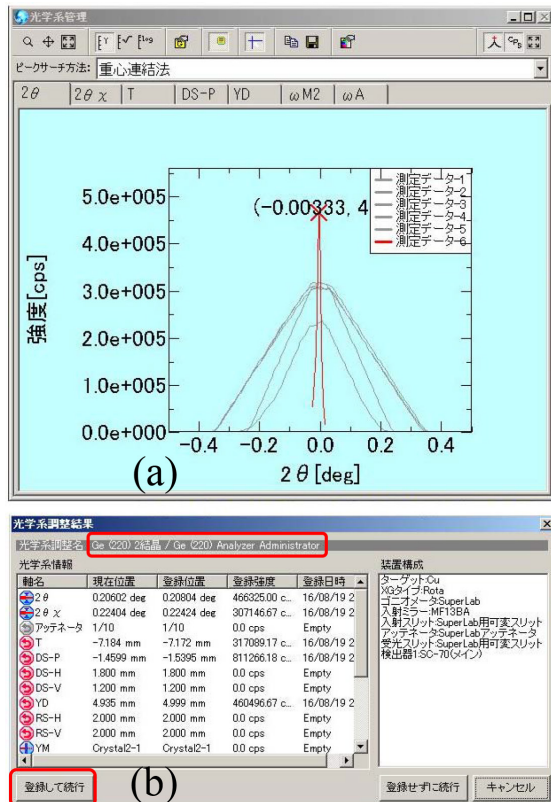
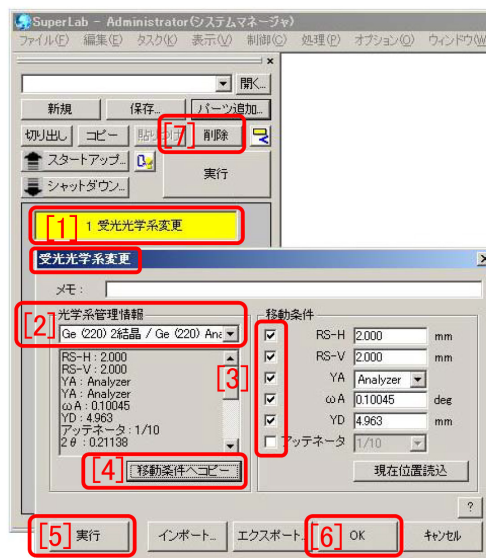

図 1.22. 受光光学系 (Soller Slit) 精密調整の完了。左下「登録して続行」をクリックします
図 2.4. 受光光学系の変更を実行
「[3]Door ボタン」を押して警告音を鳴らし、シールドドアを開けて図 1.8(e), (f) [p.4] 「[4] 手差し YD 軸 [検出器の横方向の並進, 図 1.8(e)[p.4] 参照] の自動調整が行われ、終了すると図 1.22(a)[p.10] のように「プロファイル
ます。図 1.22(b) には調整結果が表示されます。左下の「登録して続行」をクリックしてください。これで図 1.22(b) 上の赤枠内に示された「Ge (220) 2 結晶 / Ge (220) Analyzer」という名前で、調整した光学系が登録されました。
次に図 2.4「フローバー」にある黄色の「[1] 受光光学系変更」パーツをクリックすると図 2.4 下のように「受光光学系変更ウィンドウ」が開きます。「[2] 光学系管理情報」のプルダウンメニューで「Ge (220) 2 結晶 / Ge (220) Analyzer」を選択すると図 1.22(b)[p.10] で登録した設定を呼び出すことができます。「[3]」のチェックボックスで
「アッテネーター」以外のすべてにチェックを入れ「[4] 移動条件へコピー」をクリックしたあと左下の「[5] 実行」をクリックしてください。受光光学系が切り換わったら「[6] OK」をクリックすると「受光光学系変更ウィンドウ」が閉じます。このように（マクロモードではなく）手動で受光光学系を切り換えた後には「[1] 受光光学系変更」は要らなくなるので図 2.4 上の「[7] 削除」をクリックして黄色の「[1] 受光光学系変更」パーツを「フローバー」から削除してください。